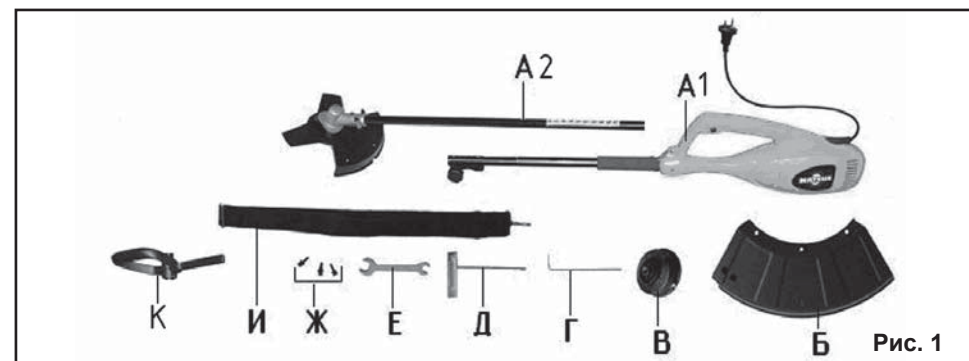

Рис. 1
3.1. Комплектность триммера представлена на Рис.1.